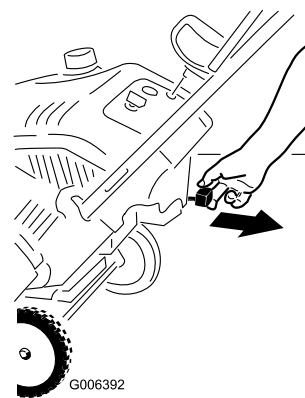

Bild 14
2. Ziehen Sie den Chokehebel heraus (Bild 14).